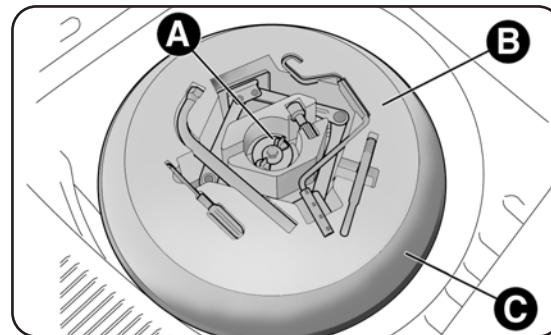
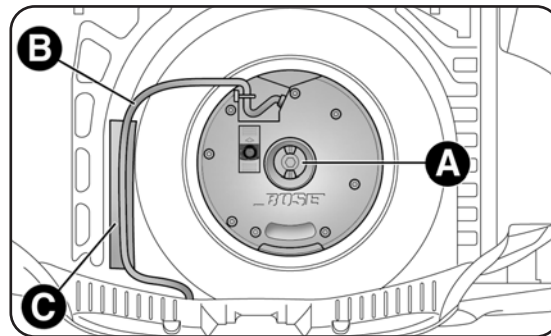

fig. 3
fig. 10
- dévisser le dispositif de blocage A-fig. 3, prendre la boîte à outil B et l'approcher de la roue à remplacer; ensuite, prélever la rouelette C;
- dévisser le dispositif de blocage A-fig. 10, soulever le Subwoofer, puis déposer le câble de connexion B du velcro C;
- poser le câble B-fig. 10 sur velcro C pour éviter de le pincer. Visser ensuite le dispositif de blocage A-fig. 3. Remettre en place le tapis du revêtement du coffre.